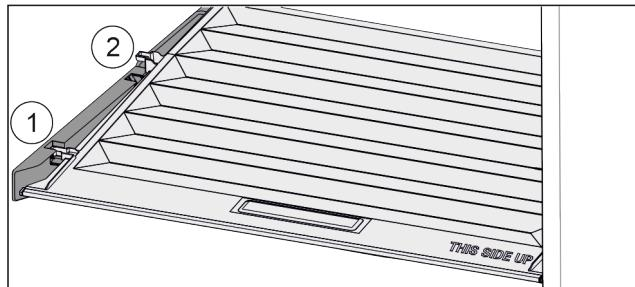

Fig. 150
- Издърпайте напред Fig. 150 (1) капака до отвора в задържащите части.
- Повдигнете го отзад отдолу и отстранете Fig. 150 (2) нагоре.